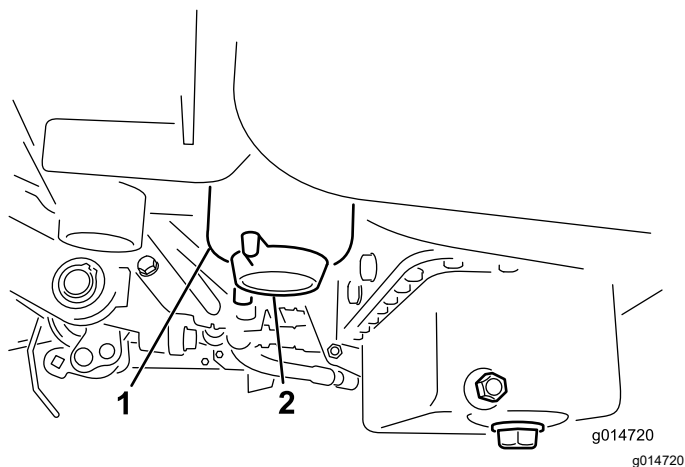

Figura 43
3. Abra el tapón de vaciado del filtro de combustible aproximadamente una vuelta y drene cualquier agua acumulada (Figura 43).